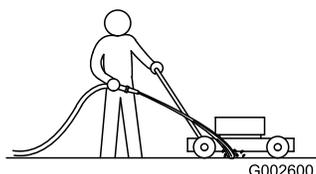

Figura 48
1. Collocate il tosaerba su una superficie piana pavimentata, con il motore acceso, e spruzzate un getto d'acqua davanti alla ruota destra posteriore (Figura 48).